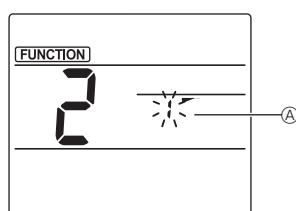

Fig. 2
- ② Выбор номера дефлектора (Fig. 2)